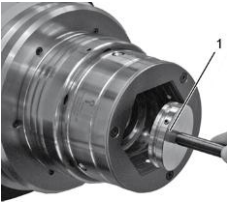

Fig. 9
3. Retirez la butée de base [Fig. 9/1].